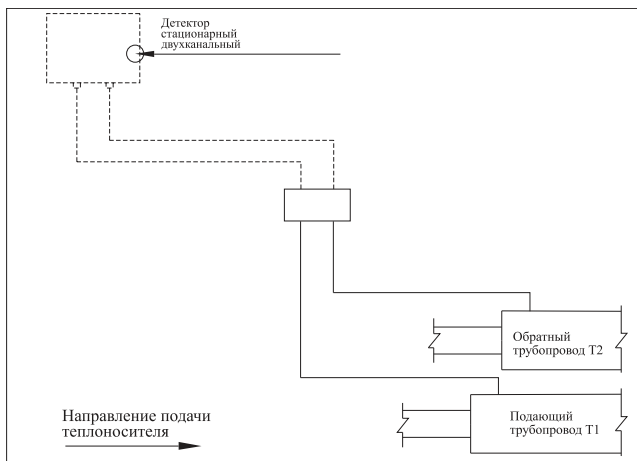
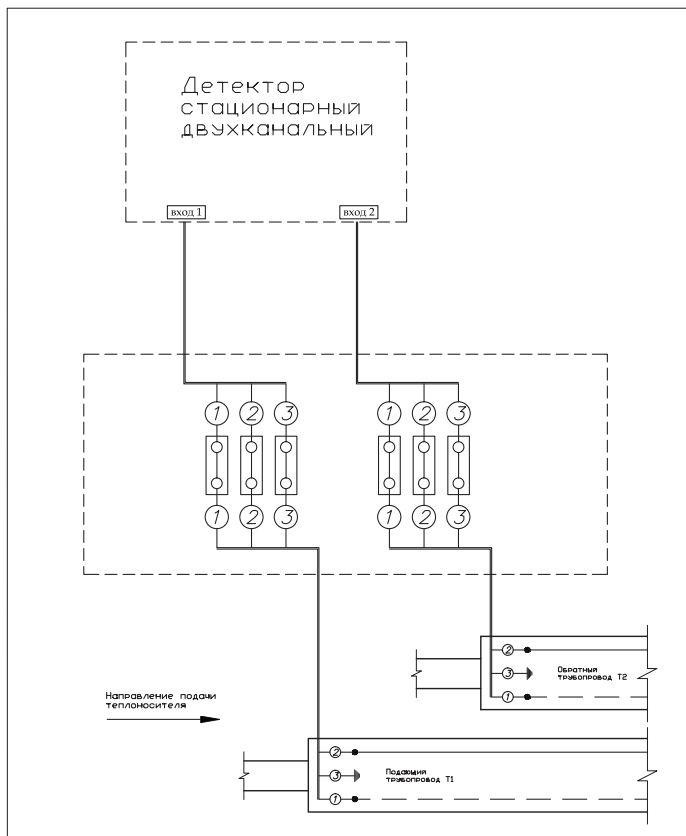

Рис. 2 Подключение двухканального стационарного детектора к системе ОДК
Рис. 6 Подключение двухканального стационарного детектора к системе ОДК
- 1.1.** Подключение стационарного двухканального детектора - **Рис. 2, 6**
на принципиальной схеме (Рис. 2–5)	на электрической схеме (Рис. 6–10)
Подключение терминала к системе оперативного дистанционного контроля производить в соответствии с монтажными схемами (**Рис. 2 - 5**) и электрическими схемами (**Рис. 6 - 10**).
6. Для подключения стационарного двухканального детектора монтаж проводников внутри терминала осуществлять по электрической схеме – **Рис. 6**.